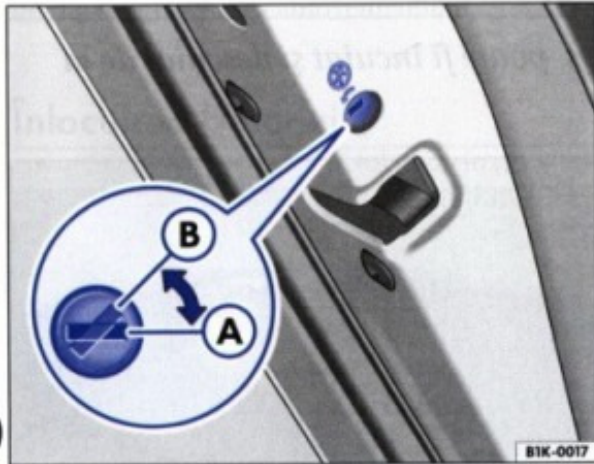
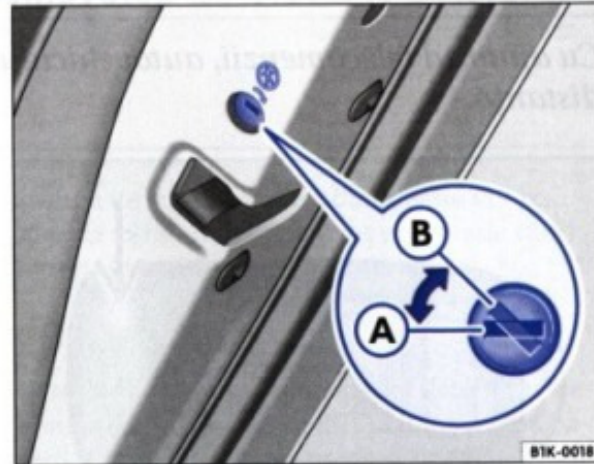

Fig. 24 Siguranța pentru copii în ușa din stânga: A decuplată, B cuplată
Fig. 25 Siguranța pentru copii în ușa din dreapta: A decuplată, B cuplată
- Rotiți cu cheia în ușa deschisă, fanta în poziția ⇒ fig. 24 (B) sau ⇒ fig. 25 (B).